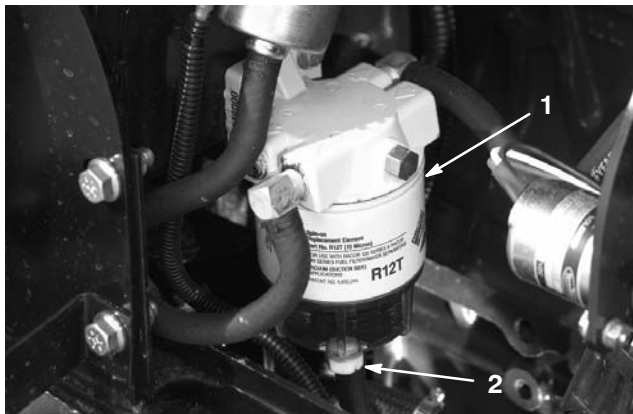

Bild 48
Entleeren Sie Wasser und andere Fremdstoffe täglich aus dem Wasserabscheider (Bild 48).
2. Lockern Sie die Ablassschraube an der Unterseite der Filterglocke (Bild 48). Ziehen Sie anschließend die Verschlusschraube wieder fest.